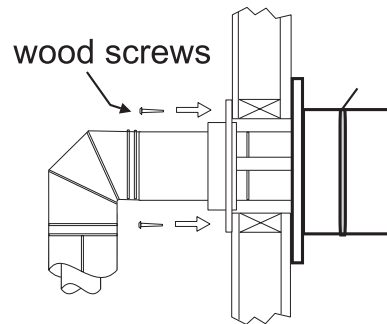

Figure 38: Installation d'un coupe-feu mural.
Étape 6. Glissez l'appareil et l'assemblage d'évent vers le mur, en insérant soigneusement le tuyau d'évent dans l'assemblage du capuchon d'évent. Il est important que le tuyau d'évent se prolonge dans le capuchon d'évent d'une distance suffisante, afin qu'on possède un chevauchement d'un minimum de 1 ¼ de pouces (32mm). Fixez la connexion entre le tuyau d'évent et le capuchon d'évent. Pour les capuchons carrés, attachez les deux (2) bandes métalliques qui s'étendent de l'assemblage du capuchon de terminaison dans le mur extérieur du tuyau d'évent. Utilisez les deux vis métalliques fournies pour connecter les bandes métalliques à la section de tuyau. Pour les capuchons ronds, utilisez trois vis métalliques et attachez le capuchon à la section de tuyau (voir figure 38).